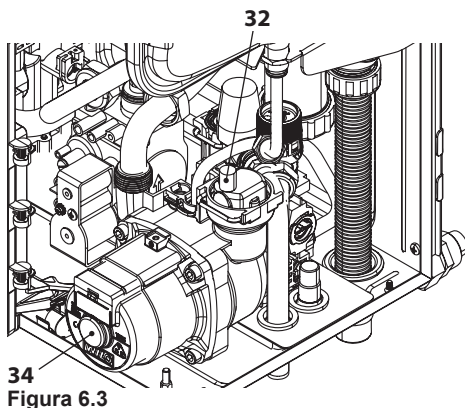

Figura 6.3
- Alzare il tappo della valvola di sfiato automatica 32 in Figura 6.3.
- Togliere il tappo 34 in Figura 6.3 e sbloccare la pompa ruotando il rotore con un cacciavite.